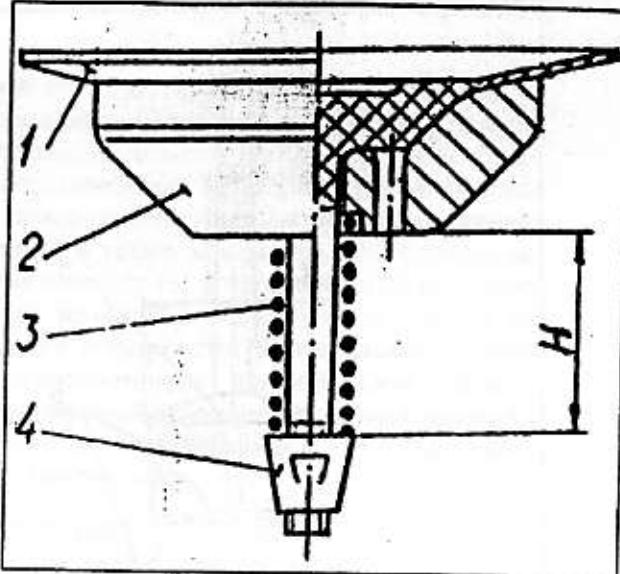

Рис. 13
Рис. 13. Мембрана в сборе: агрегат «Финиш-207» (0.169-213); «Финиш-211» и «Финиш-211-1» (0.190-705). 1 - мембрана: агрегата «Финиш-207» (0.158-317); агрегата «Финиш-211», «Финиш-211-1» (0.190-317); 2 - шайба опорная «Финиш-207» (0.158-323); «Финиш-211», «Финиш-211-1» (0.190-323); 3 - пружина (0.034-453); 4 - гайка (0.034-454); «И» - высота предварительного сжатия пружины: мембранные 0.169-213-27,5-0,3 мембранные 0.190-705-27-0,5
5.2.10. Узел мембранны (рис. 13).